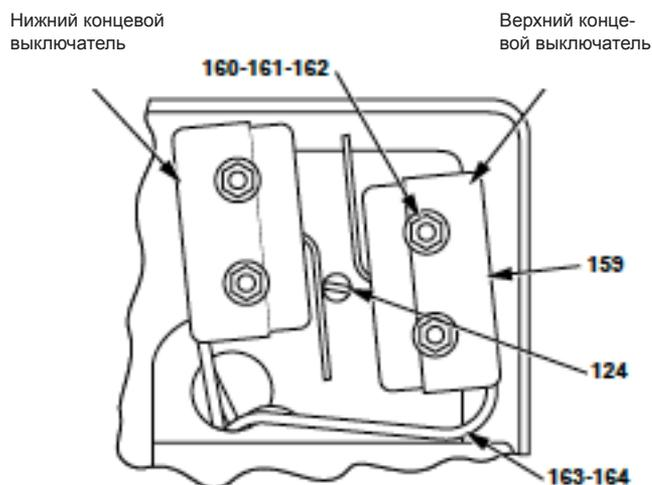

Рисунок 13 - Установка концевого выключателя
3.4 Концевые выключатели (рис. 13)